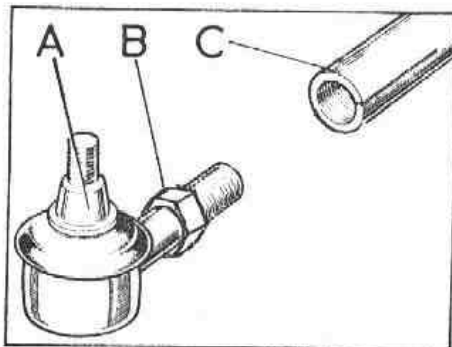

Fig. G-14 Montaje de la rótula
- 1.3. Si fuese necesario, se aflojarán las contratuercas, B (Fig. G-14) de cada extremo de la barra, y se desatornillarán las rótulas, A, teniendo en cuenta que una de ellas lleva rosca a izquierdas.